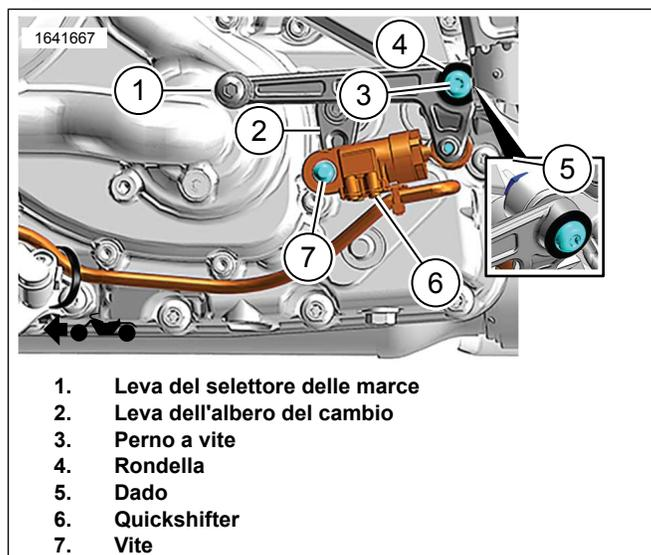

Figura 6. Installazione del quickshifter
Vedere la figura 6. Montare la leva del selettore (1) e il quickshifter (6) sul telaio con la vite (3), la rondella (4) e il dado (5). Serrare.